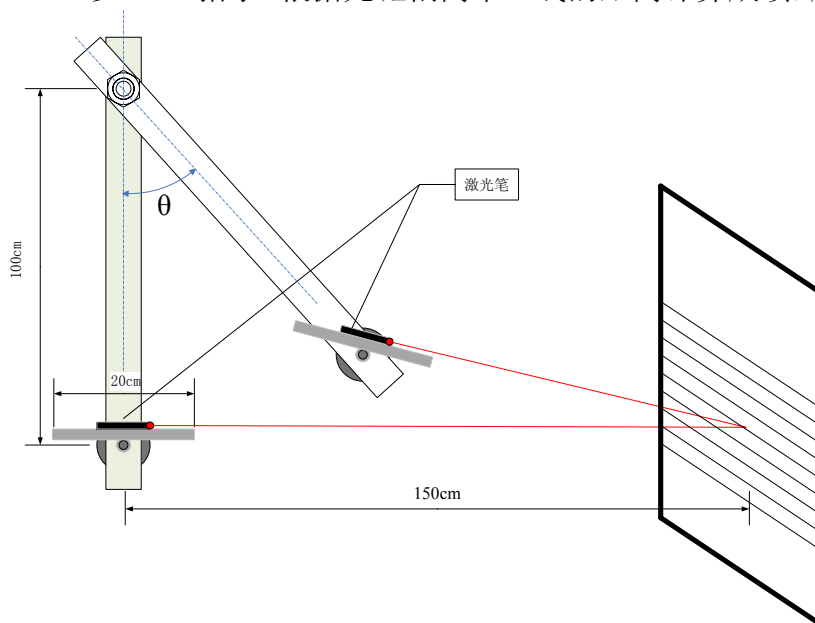

图 3
- (1) 如图 3 所示，在平板上固定一激光笔，光斑照射在距摆杆 150cm 距离处垂直放置的靶子上。摆杆垂直静止且平板处于水平时，调节靶子高度，使光斑照射在靶纸的某一条线上，标识此线为中心线。用手推动摆杆至一个角度  $\theta$ （ $\theta$  在  $30^\circ \sim 60^\circ$  间），启动后，系统应在 15 秒钟内控制平板尽量使激光笔照射在中心线上（偏差绝对值  $< 1\text{cm}$ ），完成时以 LED 指示。根据光斑偏离中心线的距离计算成绩，超时则视为失败。